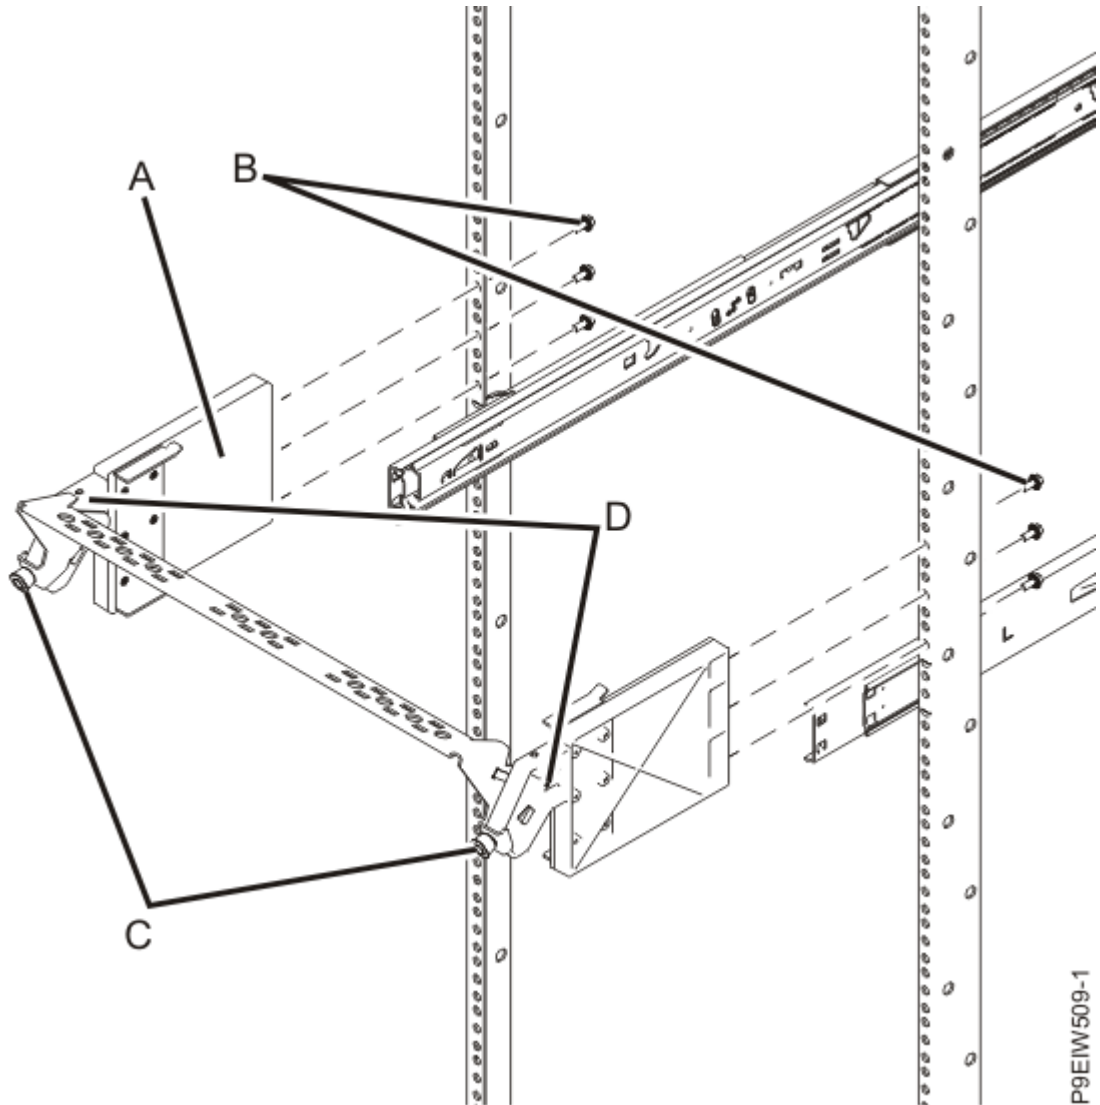

Figure 5. Raccordement du crochet de routage des câbles à l'armoire
3. Assemblez le crochet de routage des câbles en fixant la barre de routage des câbles aux crochets de routage des câbles à l'aide de deux vis M3 (**D**), comme illustré à la Figure 5, à la page 8.
- b. Depuis l'intérieur de l'armoire, installez trois vis (**B**) en les faisant passer par les cornières de montage de l'armoire et le crochet de routage des câbles (**A**), comme illustré à la Figure 5, à la page 8.
5. Ajustez le crochet de routage des câbles en fonction de vos besoins en retirant les vis moletées (C) et en inclinant le crochet de routage des câbles, comme illustré à la Figure 5, à la page 8.